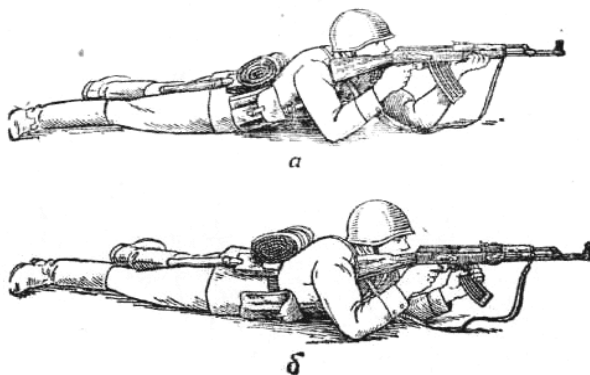

Рис. 105. Удержание автомата при стрельбе лежа: *а* – левой рукой за цевье; *б* – левой рукой за магазин
- поставлены на землю в наиболее удобное положение, примерно на ширину плеч *при стрельбе из положения лежа* (рис. 105), *стоя и с колена из окопа*;